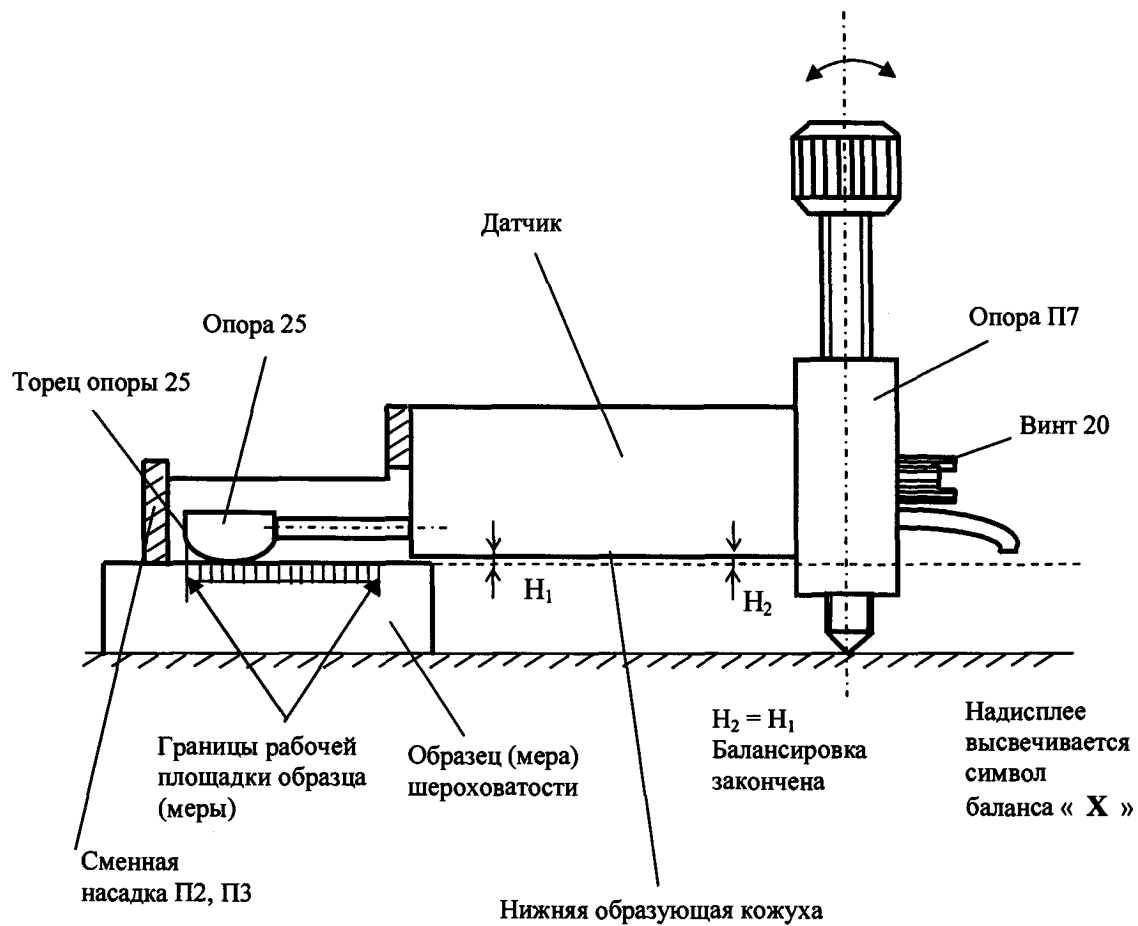

Рис.2.3 Базирование датчика на поверхность образца (меры) шероховатости с помощью опоры П7. Положение по окончании балансировки. Вид сбоку.
2.2.2.6 Путем плавного поочередного вращения винтов опоры П7 опустить задний торец датчика до касания иглы щупа 6 поверхности образца (меры) и высвечивания на индикаторе симметричного символа баланса «» и соответствующих ему двухзначных или однозначных числовых значений (оптимальные значения от -10 до +10). При достижении баланса измерительного механизма щупа, т.е. высвечивании симметричного символа баланса «», нижняя образующая линия кожуха 18 (рис.1.5) датчика должна быть параллельна плоскости контролируемой поверхности (рис.2.3). При этом балансировка измерительного механизма щупа считается законченной.
параллельна плоскости измерений (рис.2.3). При этом балансировка измерительного механизма щупа считается законченной.
Путем плавного поочередного вращения винтов опоры П7 опустить задний торец датчика до касания иглы 6 щупа контролируемой поверхности высвечивания на дисплее симметричного символа баланса «» и соответствующих ему двухзначных или однозначных числовых значений (оптимальные значения от -10 до +10). При достижении баланса измерительного механизма щупа, т.е. высвечивании симметричного символа баланса «», нижняя образующая линия кожуха 18 (рис.1.5) датчика должна быть параллельна плоскости контролируемой поверхности (рис.2.3). При этом балансировка измерительного механизма щупа считается законченной.